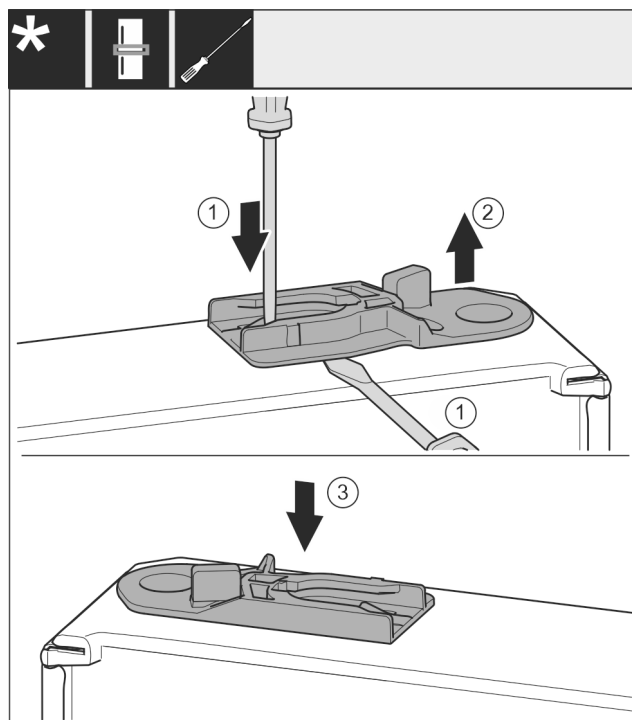

Fig. 38 *
- ▶ Führungsbuchse herausziehen: Lasche mit Schlitzschraubendreher drücken und gleichzeitig mit Schlitzschraubendreher unter Führungsbuchse fahren. *Fig. 38 (1, 2)**
- ▶ Im Lieferumfang beiliegende Führungsbuchse auf anderer Gehäusesseite einschieben. *Fig. 38 (3)**